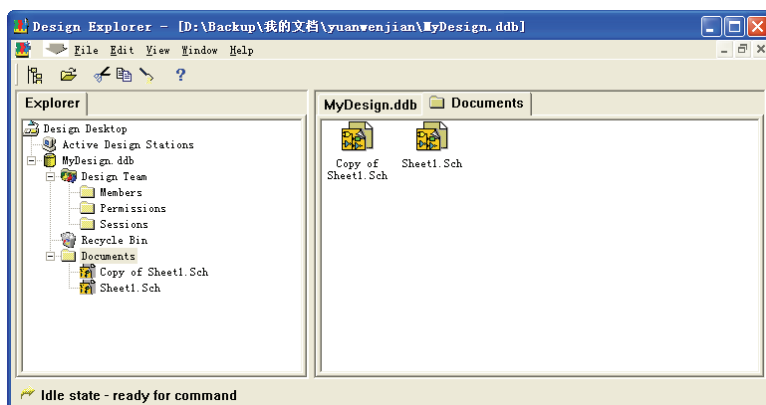

图 4-11 复制文件
(4) 执行“Cut”命令，与 Windows 大多数软件相同，对原理图文件进行剪切操作。
(5) 执行“Copy”命令，在空白处单击右键执行“Paste”命令，在右侧工作区放置原理图文件复件，如图 4-11 所示。